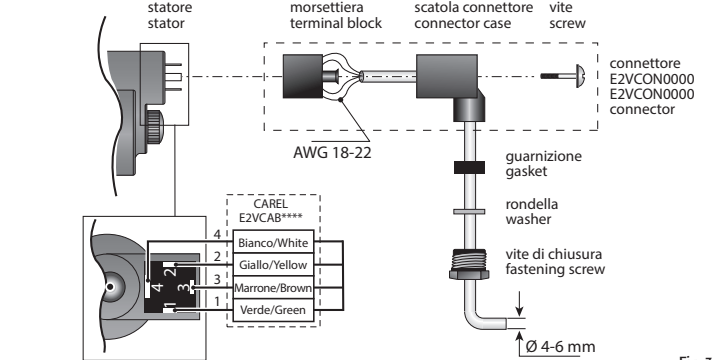

Fig. 3
Collegare un connettore costampato IP67 (E2VCAB****) la cui mappatura è 1 Verde, 2 Giallo, 3 Marrone, 4 Bianco. Alternativamente collegare un cavo quadrupolare al connettore a cablare IP65 (E2VCON0000) secondo lo schema in Fig. 3: il connettore è di tipo standard DIN 43650. Per cablare il connettore E2VCON0000 si consiglia l'utilizzo di cavi AWG18-22 con un diametro esterno da 4 a 6 mm per consentire un'adeguata presa della guarnizione esterna. Successivamente collegare le quattro fasi motore al vostro dispositivo driver in modo che la fase n°1 della E⁵V, E⁶V, E⁷V corrisponda al morsetto n°1 del driver e così via. Attenzione: la fase n°4 è indicata sullo statore valvola con il simbolo di terra. Sono disponibili cavi schermati opzionali (E2VCAB5****) per applicazioni in accordo alla direttiva 2004/108/EC e successive modifiche.
7. Connect the pre-wired connector to the socket on the stepper motor and tighten the screw, applying a force of around 0.5 Nm, following the instructions shown in Fig. 3. Then connect the four-pin end of the cable to the corresponding terminals on the CAREL EVD*** driver or other approved CAREL controller, and set the parameters according to the values shown in the table below.
Connect an IP67 co-moulded connector (E2VCAB****) with mapping 1 Green, 2 Yellow, 3 Brown, 4 White. Alternatively, connect a four-wire cable to the IP65 connector (E2VCON0000) as shown in the diagram in Fig. 3: this is a standard DIN 43650 connector.
- Raccorder le connecteur déjà câblé au moteur pas à pas dans le logement correspondant et serrer la vis avec un couple de 0,5Nm en suivant les indications de la Fig. 3. Connecter ensuite l'extrémité quadri-polaire du câble aux bornes correspondantes du Driver CAREL EVD*** ou du régulateur homologué CAREL et configurer les paramètres selon la valeur reprise au tableau ci-dessous.
Connecter un connecteur moulé IP67 (E2VCAB****) dont la topographie est 1 Vert, 2 Jaune, 3 Marron, 4 Blanc. Con-necter alternativement un fil quadri-polaire au connecteur à câbler IP65 (E2VCON0000) selon le schéma à la Fig.3: le connecteur est de type standard DIN 43650. Pour câbler le connecteur E2VCON0000 on conseille d'utiliser des fils **AWG18-22 d'un diamètre externe de 4 à 6 mm** pour permettre une prise adaptée de la garniture externe. Successive-ment brancher les quatre phases moteur à votre dispositif: driver de façon que la phase n°1 de la E6V, E7V corresponde à la borne n°1 du driver et ainsi de suite. **Attention: la phase n°4 est indiquée sur le stator du détendeur avec le symbole de la terre.** Des câbles blindés sont disponibles en option (E2VCAB5***) pour des applications conformément à la directive 2004/108/EC et modifications successives.
- Den vorverdrahteten Steckverbinder in den Schrittmotor einfügen und die Schraube nach den Anleitungen der Fig. 3 mit rund 0,5 Nm Drehmoment festschrauben. Das Vierleiterkabelende an die entsprechenden Klemmen des CAREL-Treibers EVD*** oder an eine andere zugelassene CAREL-Steuerung anschließen und die Parameter gemäß Parameter-Set der nachstehenden Tabelle einstellen